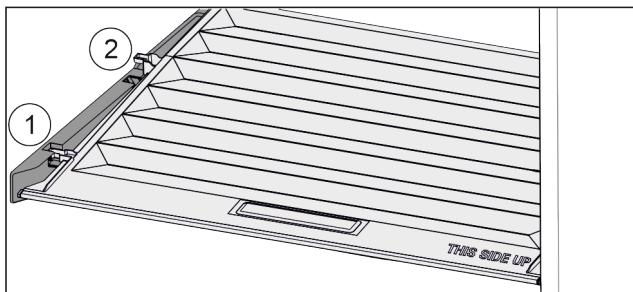

Fig. 126
- Veko potiahnite dopredu až k otvoru v prídržných dieloch Fig. 126 (1).
- Vzadu ho nadvihnite zospodu a zložte smerom nahor Fig. 126 (2).